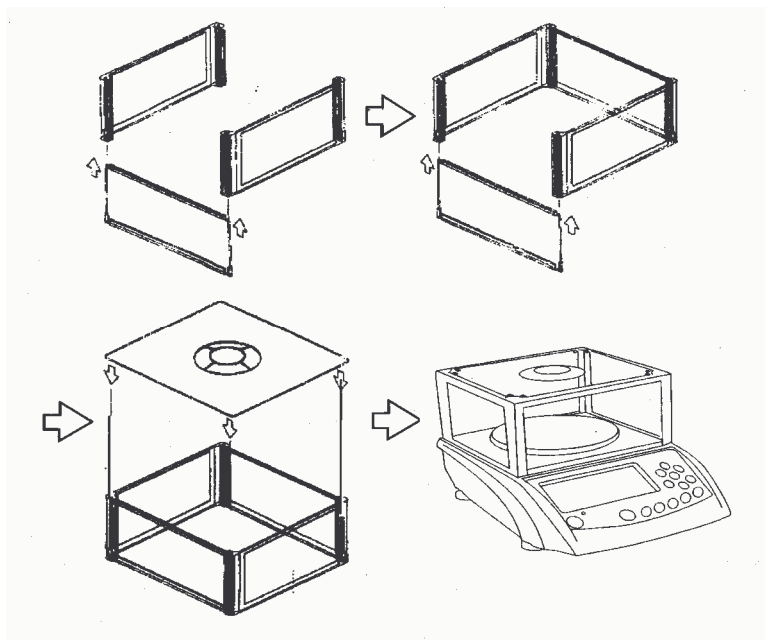

Рис. 4.1 - Сборка защитного колпака
- ❑ Соберите защитный колпак (см. рисунок 4.1).